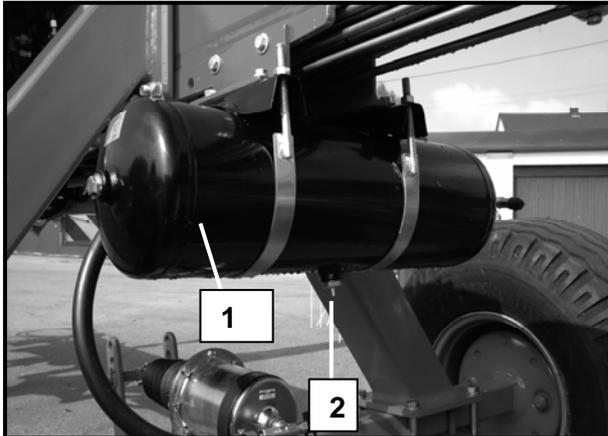

Abbildung 36
Der Luftbehälter (1) ist baumustergeprüft, und es darf nichts geändert oder geschweißt werden. An der Behälterunterseite ist das Entwässerungsventil (2) eingeschraubt. Es sollte jeweils nach etwa 20 Betriebsstunden getätigt werden, indem der Stift etwas nach der Seite gedrückt wird (Abbildung 36).